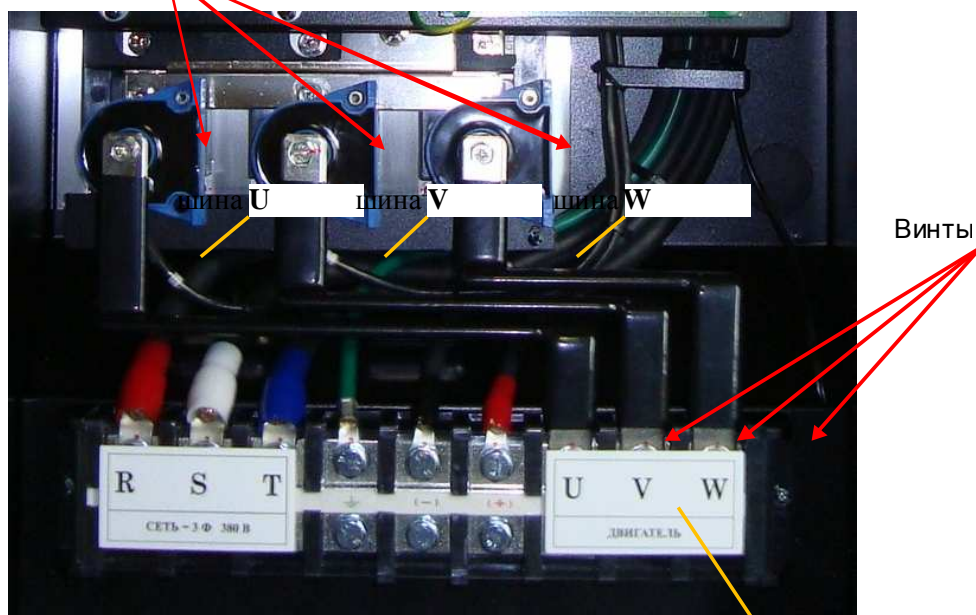

Рис. 6.11
6.9.1. Снять защитную планку, демонтировать выходные шины каналов U, V, W выкрутив 6 винтов крепления (рис. 6.11). Положить винты и шины в тару.